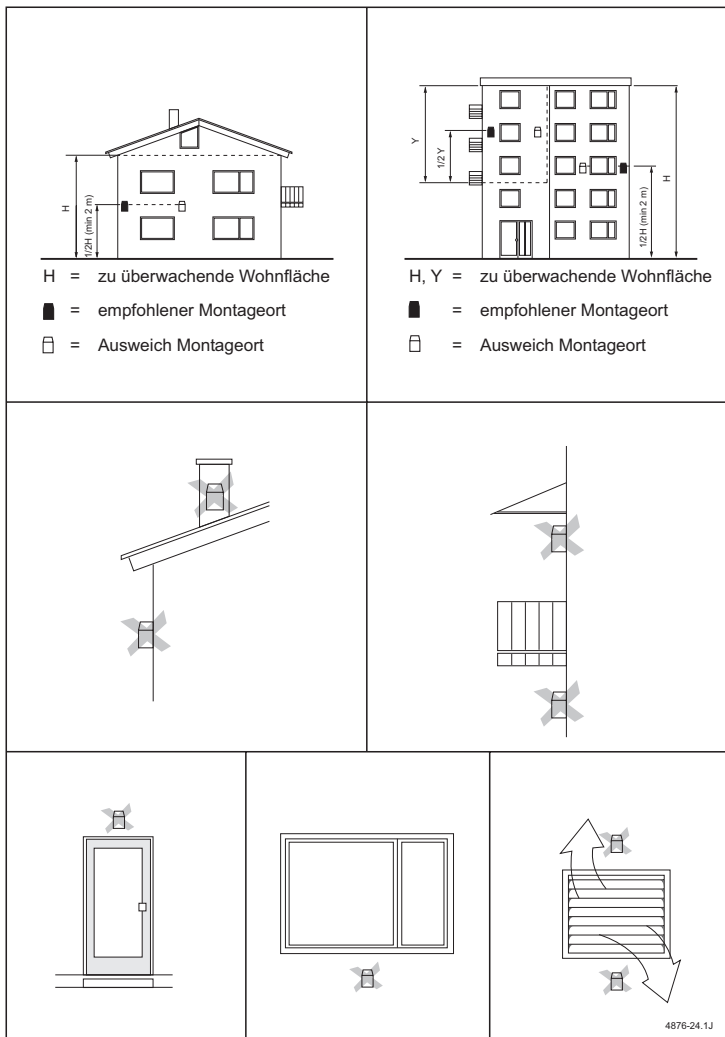

Bild 16 Montageorte des Außenfühlers.
- optimale Montagehöhe: (vertikale) Mitte der von der Anlage beheizten Höhe ($H^{1/2}$ in Bild 16)